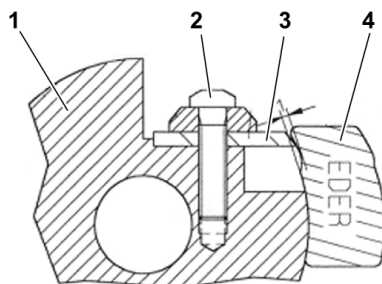

Fig. 15: Knivskift på skivefræser
- > Knivbolt (2 – fig. 15) løsnes let.
- > Læg skydelære (4 – fig. 15) på fræsehoved (1 – fig. 15) og flyt kniven (3 – fig. 15) på skydelære, til den berører det kærvede område.